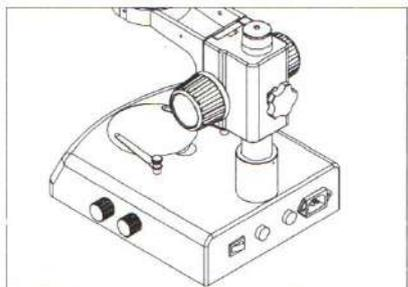

Рисунок 2
1. Необходимо затянуть механизм фокусировки. Держите одно регулировочное колесо и поворачивайте второе колесо. Степень натяжения зависит от направления вращения колеса: затягивается при вращении по часовой стрелке и ослабляется при вращении против часовой (см. рисунок 2).